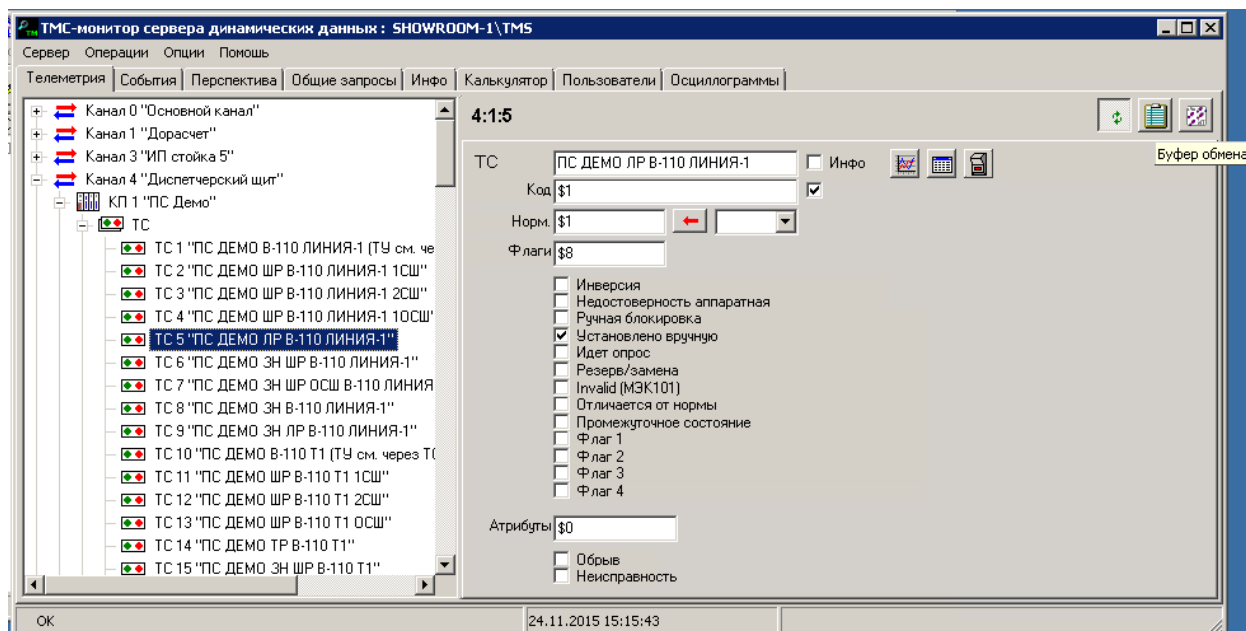

Рис. 7 Окно TMS-монитора
- Из задачи настройки серверов открыть окно TMS-монитора и выбрать строку описания ТС, привязываемого к светодиодному индикатору на щите (см. Рис. 7).